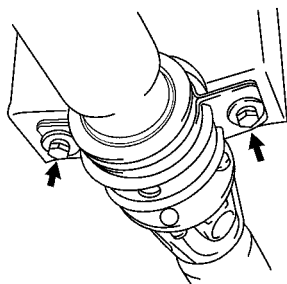

图 13-4 拆下中间支承轴承
(2) 拆下中间支承轴承(三万向节式), 如图 13-4 所示。